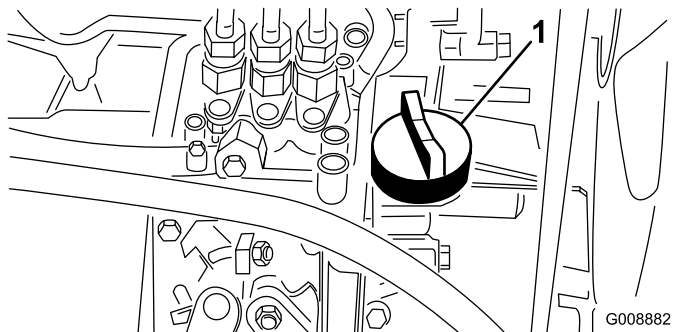

图 26
4. 如果油位较低请取下加油盖 (图 26) 缓慢添加少量机油不时检查油位直至油位达到量油尺上的“已满”标记。